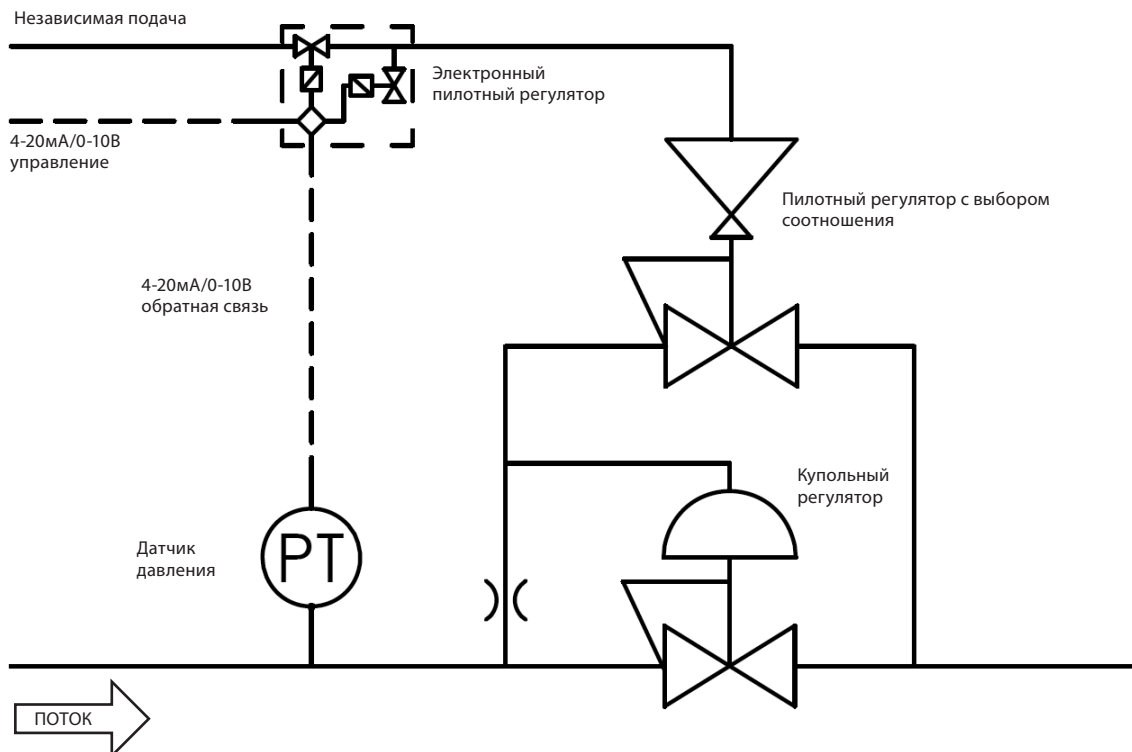

Рис. 6
- **Управление соотношением.** При такой схеме для управления давлением в куполе используется пилотный регулятор с выбором соотношения и «питанием» от системного давления. Пилотное устройство с выбором соотношения может управляться электронным регулятором и датчиком давления (Рис. 6), либо внешним «питанием» купола. Давление срабатывания пилотного устройства пропорционально больше его давления считывания. Что позволяет главному регулятору достигать полного давления срабатывания при управлении от источника низкого давления. Данная конфигурация не поставляется для жидких сред.